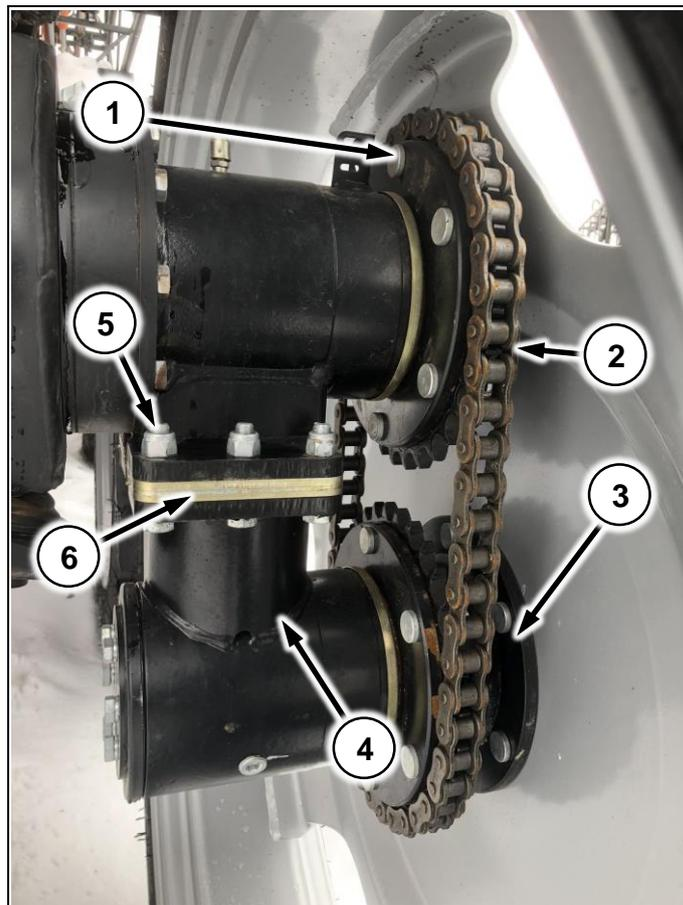

Рис. 195
Служит для увеличения клиренса машины при помощи специальных проставок (Рис. 195/4), которые крепятся к редукторам машины, при помощи болтов (Рис. 195/5), на специальные площадки.
- 1 Прикрутите проставку к редуктору при помощи болтов (Рис. 195/5);
- 2 К ступице машины прикрутите звезду (Рис. 195/1), поставляемую в комплекте;
- 3 К ступице проставки прикрутите переходник (Рис. 195/3) для увеличения колеи;
- 4 Соедините редуктор и проставку при помощи цепи (Рис. 195/2)
Если при установке переходника (Рис. 195/4) провисание цепи (Рис. 195/2) больше 3см, установите шайбы (Рис. 195/6), поставляемые в комплекте с увеличителем, чтобы провисание цепи было ≤ 1 см.
Если предполагается эксплуатация машины с увеличителем клиренса – устанавливайте переходники (Рис. 195/3), идущие в комплекте, даже без увеличителя клиренса (на узких колесах). Иначе вы не будете попадать в свою колею!